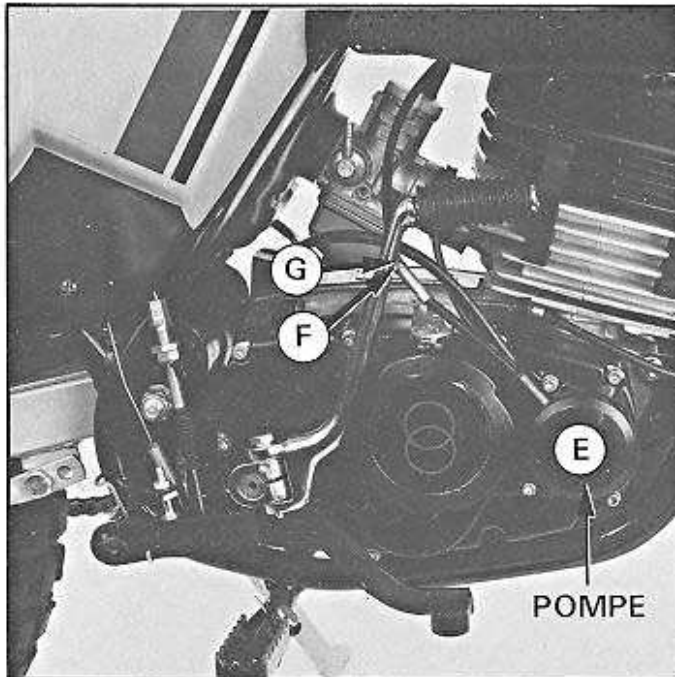
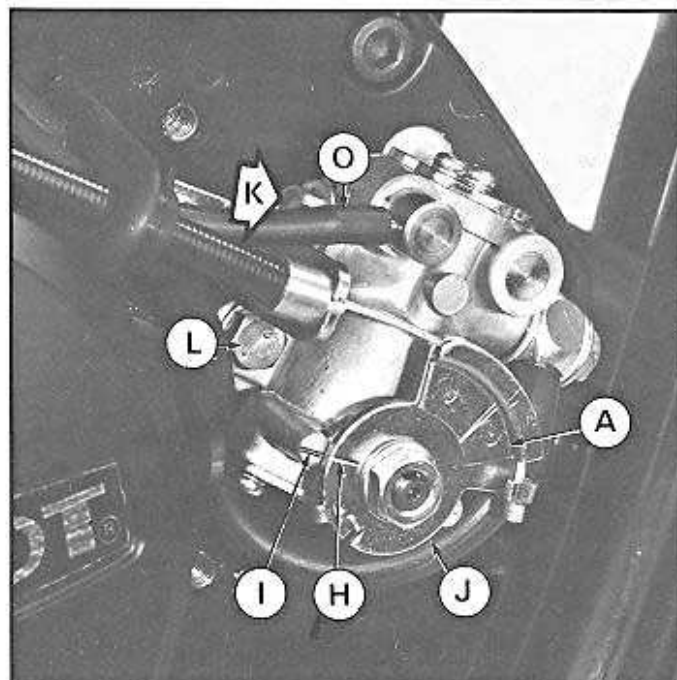

Fig. 74
Fig. 75
Elle est située du côté droit, à l'avant du couvercle de carter (fig. 74). Son entraînement est réalisé par un pignon claveté sur le vilebrequin.
L'ouverture des gaz conditionne le débit de la pompe. La tension de la commande doit être correcte, de même que la position du secteur accroche-câble (A) fig. 75.
- Retirer le couvercle (E) fig. 74; pour cela dévisser et retirer les deux vis de fixation (clé Allen de 4 mm).
- Desserrer le contre-écrou (F) du tendeur de gaine, visser ou dévisser le tendeur (G) fig. 74 de façon à amener les repères (H) et (I) fig. 75, en regard l'un de l'autre.